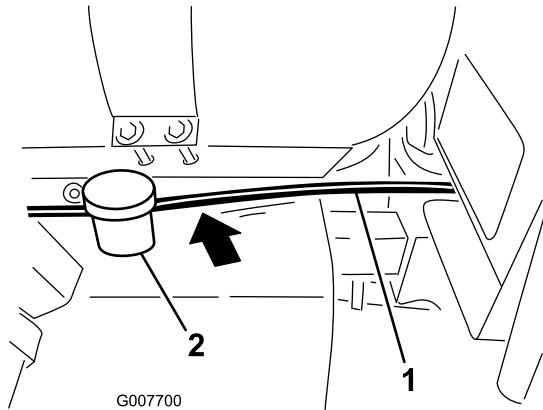

Figura 10
2. Disponete il flessibile a partire dalla staffa del traccialinee schiumogeno verso la parte anteriore della macchina, facendolo passare sotto il serbatoio degli agenti chimici e dietro il serbatoio del carburante, lungo il cablaggio preesistente, verso la zona sotto la scatola del sedile (Figura 10).